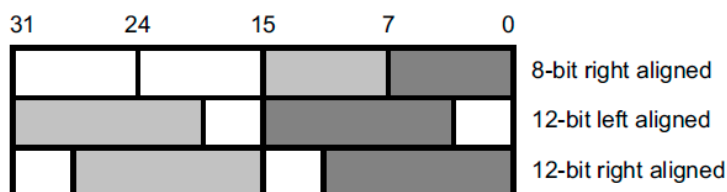

Figura 5 – Alinhamento de dados com canais duplos do DAC.
- Para utilização dos dois canais DAC, existem três possibilidades, conforme mostrado na Figura 5: